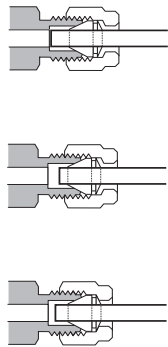

Figura 57. Conexión finalizada
- 10 Se muestran conexiones correcta e incorrectamente ensambladas en la **Figura 57**. Observe que el extremo de la tubería en una conexión correctamente ensamblada no está aplastado y no interfiere en la acción de las férrulas.